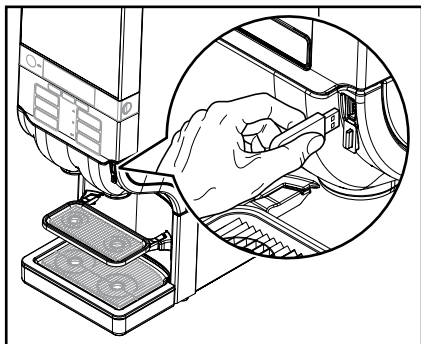

Fig. 34
- Inserire la chiave USB fornita in dotazione nella presa USB dell'apparecchio (fig. 34).